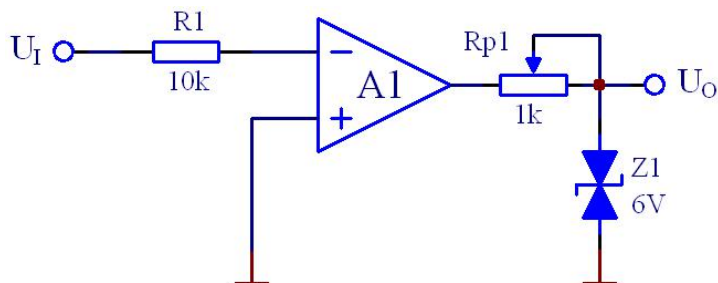

图 10.1 过零比较电路
1. 分析图 10.1 电路，回答以下问题
实验电路如图 10.1 所示，调节  $R_{P1}$  到最大，双向稳压管实际值约为 5.6-5.8V。